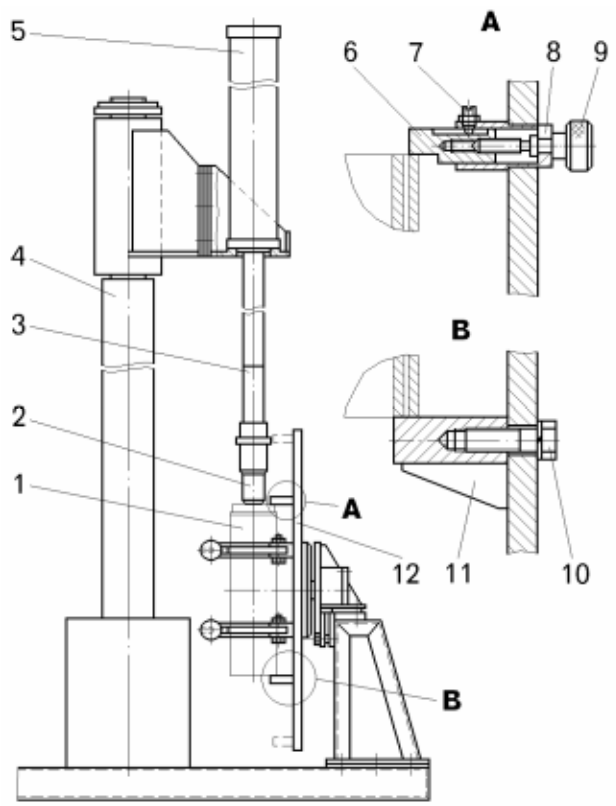
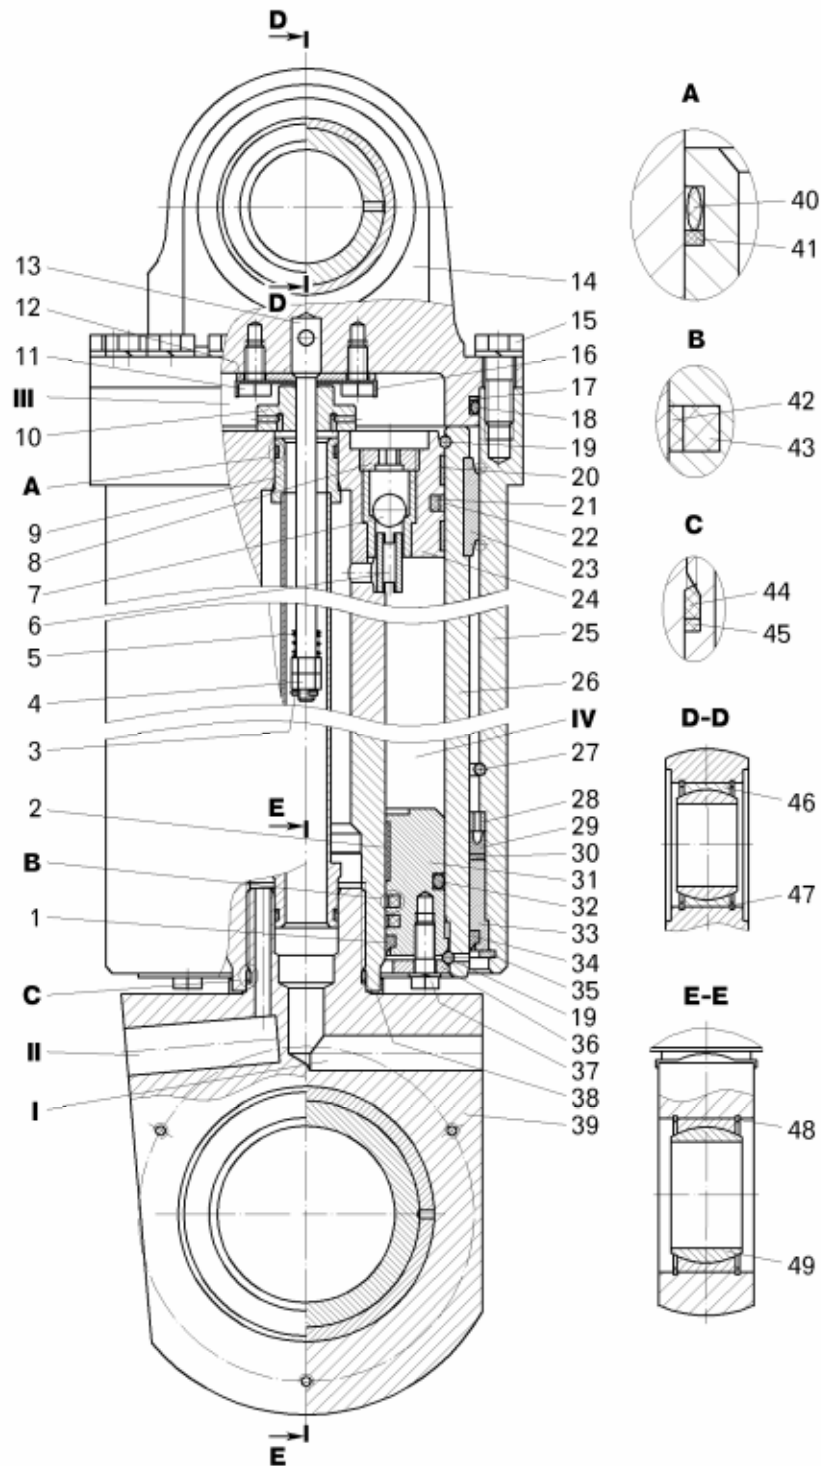

Рисунок 17.3 – Стенд для сборки цилиндра опрокидывающего механизма:
Рисунок 17.4 – Цилиндр опрокидывающего механизма:
Для разборки цилиндра установить его на стенд для сборки цилиндра опрокидывающего механизма (рисунок 17.3) в вертикальном положении.
- выдвинуть шток 24 с поршнем (рисунок 17.4) из цилиндра на 70 – 100 мм при помощи подъемного устройства;
- перевернуть установочную плиту 12 (смотри рисунок 17.3) стенда в горизонтальное положение и отвернуть болты 15 (смотри рисунок 17.4) верхней крышки 14 цилиндра;
Снятие подшипников головки 39 (смотри рисунок 17.4) и крышки 14 цилиндра производить в следующей последовательности:
- снять стопорные кольца 47, 48 (смотри рисунок 17.4);